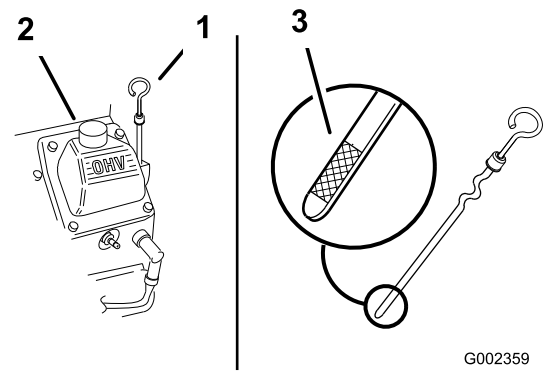

Figura 44
2. Pulite attorno all'asta di livello (Figura 44) in modo che la morchia non possa penetrare nel foro di rifornimento e danneggiare il motore.
3. Togliete l'asta di livello, asciugatela e reinsertetela a fondo (Figura 44).
4. Rimuovete l'asta e controllate il livello dell'olio. Il livello dell'olio deve essere compreso tra i segni di limite di pieno "F" e basso "L" sull'asta di livello (Figura 44).
5. Se il livello dell'olio è al di sotto del segno basso "L", rimuovete il tappo del tubo di riempimento (Figura 44) e aggiungete l'olio specificato fino a quando il livello non raggiunge il segno di pieno "F" sull'asta di livello.